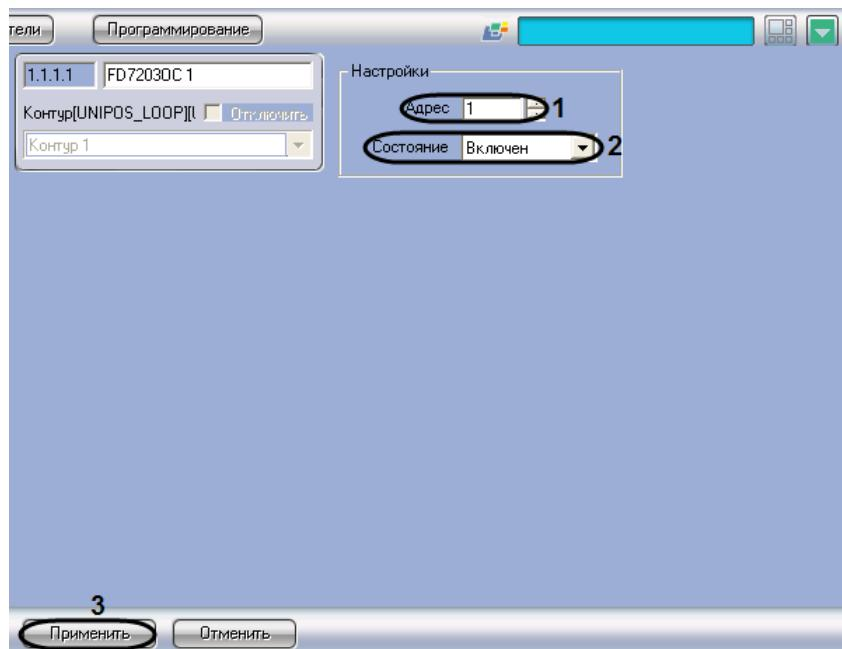

Рис. 3.6-9 Задание параметров адресного модуля FD7203OC
- Перейти на панель настройки объекта **FD7203OC** (Рис. 3.6-9).
- В поле **Адрес** ввести с помощью кнопок **вверх-вниз** адрес модуля *FD7203OC* в CAN-сети *OPC Unipos* (см. Рис. 3.6-9, 1).
- Из раскрывающегося списка **Состояние** выбрать состояние (**включен/выключен**) модуля *FD7203OC* (см. Рис. 3.6-9, 2).
- Для сохранения настроек во внутренней базе данных ПК *ACFA Intellect* нажать кнопку **Применить** (см. Рис. 3.6-9, 3).